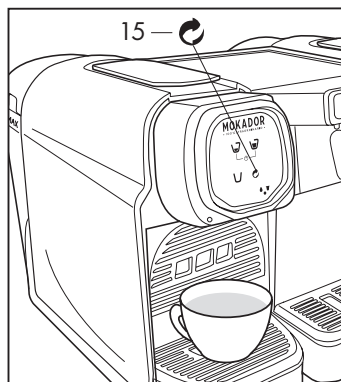

Fig. 13
- Premere il simbolo (15) per attivare la funzione risciacquo (Fig.13) premere nuovamente il tasto per arrestare la funzione.